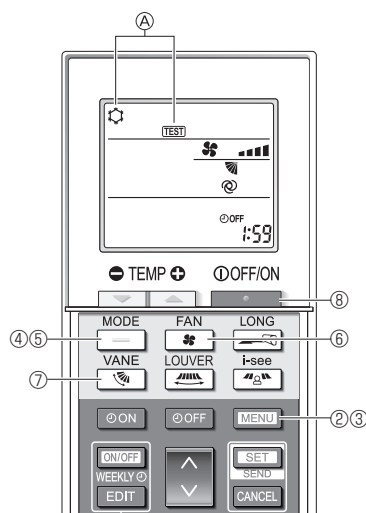

Fig. 7-9
- ① Active la unidad al menos 12 horas antes de realizar una prueba de funcionamiento.
- ② Pulse el botón **MENU** durante 5 segundos. (Fig. 7-9)
- ③ Pulse el botón **MENU**.
En pantalla se visualiza ④ [TEST] (PRUEBA) y el modo actual de funcionamiento. (Fig. 7-9)
- ④ Pulse el botón **MODE** para activar el modo de refrigeración, y compruebe si sale aire frío de la unidad.
- ⑤ Pulse el botón **MODE** para activar el modo de calefacción, y compruebe si sale aire caliente de la unidad.
- ⑥ Pulse el botón **FAN** y compruebe si cambia la velocidad del ventilador.
- ⑦ Pulse el botón **LOUVER** y compruebe que el sistema automático de desviación del aire funciona correctamente.
- ⑧ Pulse el botón **LONG** para detener la prueba de funcionamiento.